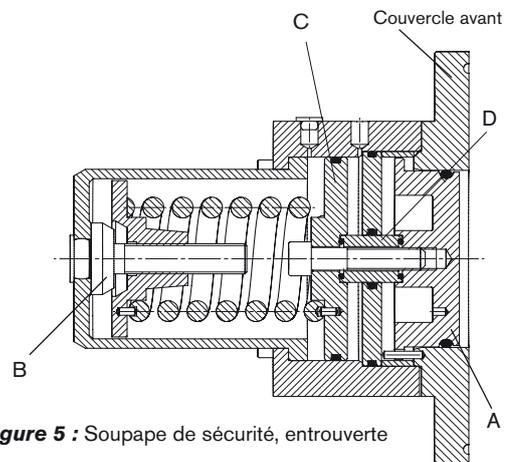

Figure 5 : Soupape de sécurité, entrouverte
La figure 5 montre la soupape entrouverte. La pression du liquide à l'intérieur du corps de pompe a poussé la tête de la soupape (A) vers la gauche contre la force du ressort par l'intermédiaire de l'entretoise (D) et du piston (C).